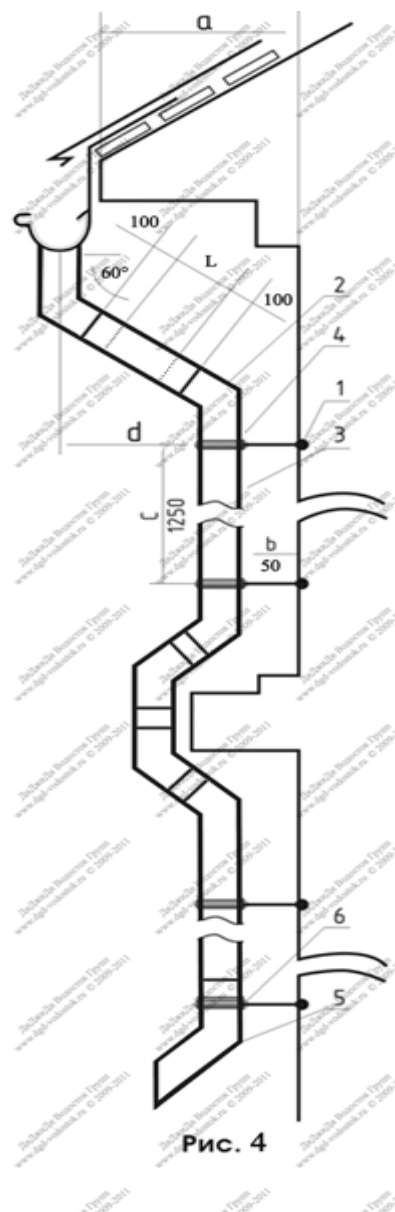

Рис. 4
хомута (кронштейна) для водосточной трубы, рис. 4 (1), учитывая угол колена 60° и ширину карниза (а). Примечание: точка крепления верхнего кронштейна должна находиться на уровне стыка колена, рис. 4 (2), с трубой, рис 4 (3).
- Закрепить верхний хомут (кронштейн) для трубы, рис. 4 (4). Просверлить отверстие $d=11$ мм и вбить штырь хомута (кронштейна) для водосточной трубы в стену. Примечание: рекомендуемое расстояние от кронштейна до стены должно составлять 50 мм, рис. 6 (b).
- По отвесу выставить остальные кронштейны. Примечание: расстояние между кронштейнами. Рис.4 (c), не должно превышать 1150 мм.
- В случае необходимости (если расстояние более 400 мм) определить длину промежуточной части трубы, рис. 4 (1) При расчете учитывайте расстояние (d), рис. 4 (4) и угол отклонения колена 60° Примечание: определяя длину промежуточной части, необходимо добавить припуск 200 мм для соединения трубы с коленами, рис. 4 (1).
- Установить нижнее колено, рис. 4 (5). Примечание: стык нижнего колена с трубой должен крепить кронштейн, рис. 4